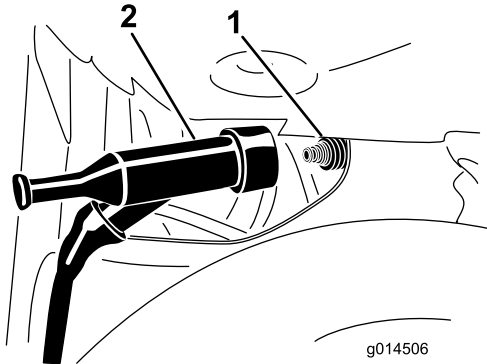

Figure 48
3. Débranchez le fil de la borne de la bougie (Figure 48).
4. Poussez le fil sur la borne de la bougie (Figure 48).